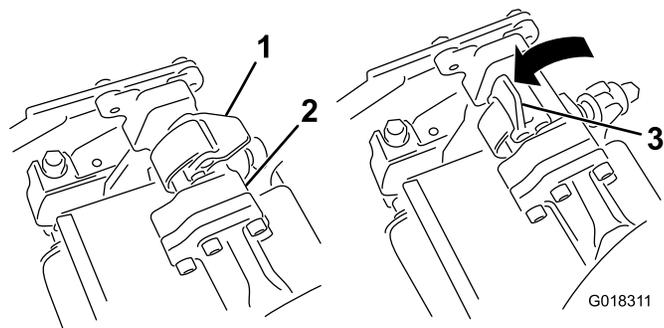
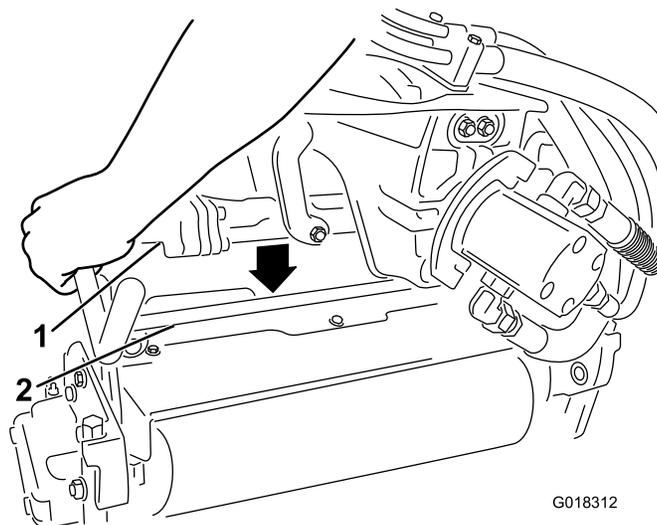

Figura 2
Figura 3
3. Chiudete i fermi per bloccare l'arieggiatore in sede (Figura 2).
2. Con i fermi del braccio di sospensione aperti (Figura 2), spingete il braccio di sospensione verso il basso in modo che si inserisca sopra la barra che attraversa la parte superiore dell'arieggiatore (Figura 3).